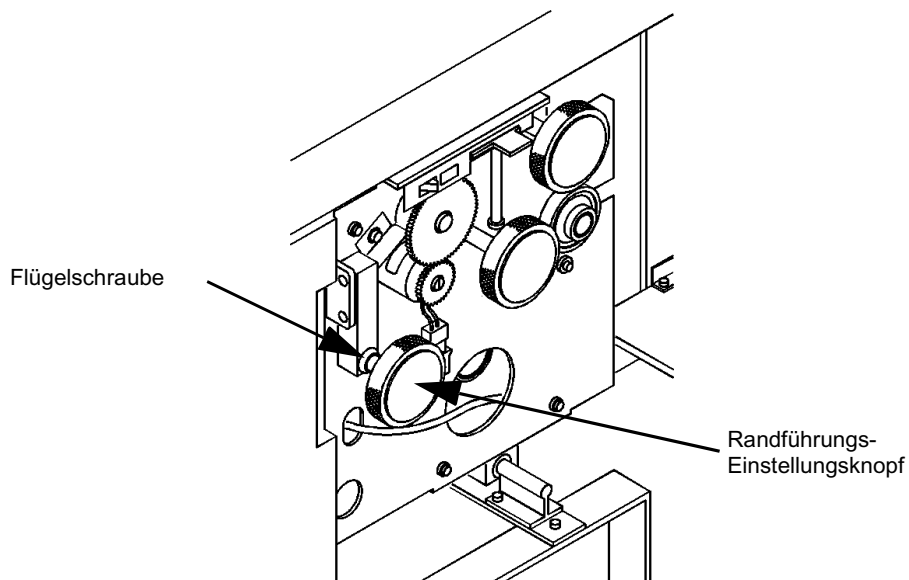

Abbildung 2-6: Korrektur der Randführung
- 11 Lösen Sie die Flügelschraube, wie in Abbildung 2-6 gezeigt.
- 12 Mit Hilfe des Randführungseinstellknopfs können Sie vorsichtige Korrekturen vornehmen (1/8- bis 1/4-Drehungen), wie in Abbildung 2-6 gezeigt. Testen Sie nach jeder Korrektur, bis die Löcher zentriert sind.